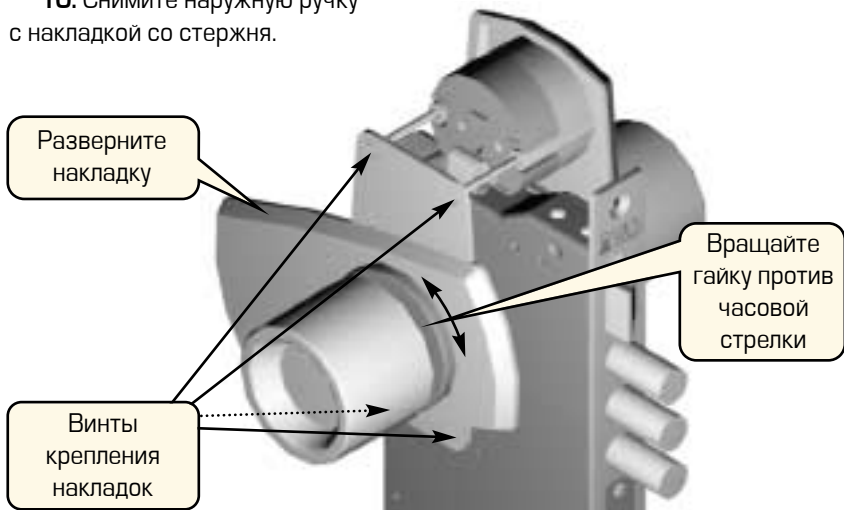

Рисунок 12 – Снятие внутренней ручки с накладкой
5. Вращайте гайку на накладке для внутренней стороны двери (рис.12) против часовой стрелки до упора. При этом придерживайте наружную ручку замка.